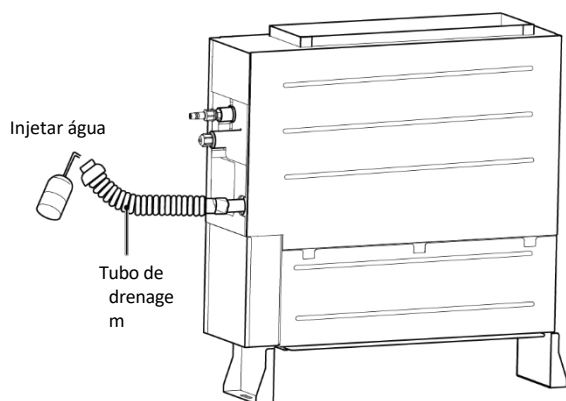

Fig. 4.3.9
- 1) Ligue o tubo de drenagem à outra ligação frigorífica de drenagem do reservatório de água e encha com aprox. 1 L de água (ver Fig. 4.3.9). Retire o tubo de drenagem após concluir os testes e, em seguida, coloque a tampa do reservatório de água.